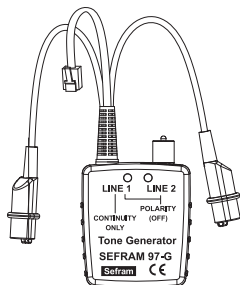

Figure 2
- 1 interrupteur 3 positions permet de choisir la fonction, 2 LED (bicolores) indiquent la polarité (voir figure 2)